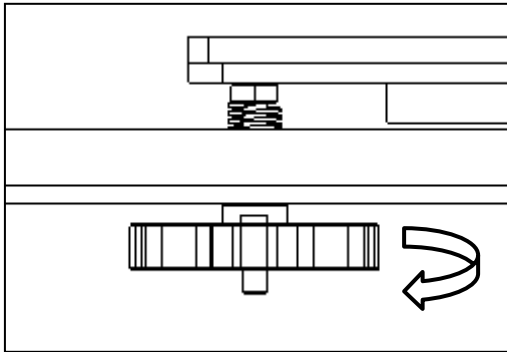

Fig 1
2. Observe la boquilla, apriete las tuercas de mano debajo de la cama para bajar o afloje estas tuercas para subir la cama (Fig 1), deje que la boquilla esté más alta que la cama aproximadamente 1 ~ 2 mm.